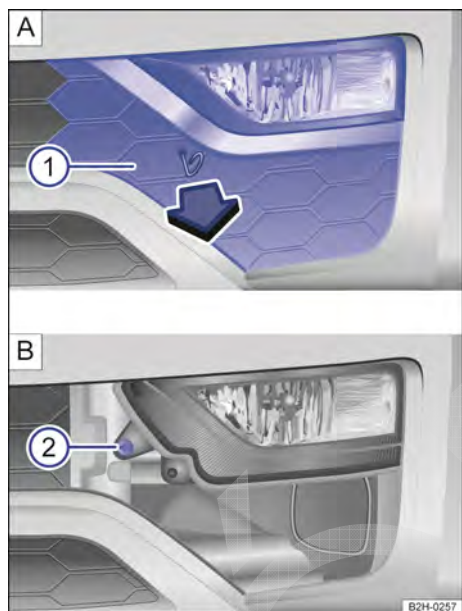

Fig. 195 No para-choque dianteiro à direita: desinstalar farol.
2.	Retirar o gancho extrator das ferramentas de bordo e encaixar na abertura da cobertura → Fig. 195 A. Remover a cobertura → Fig. 195 ① A para frente no sentido da seta e, se for o caso, deixá-la suspensa cuidadosamente no cabo do sensor do Park Pilot.
3.	Remover o parafuso de fixação → Fig. 195 ② B com a chave de fenda das ferramentas de bordo → Página 279.
11. Apertar o parafuso de fixação → Fig. 195 B com a chave de fenda.
12. Encaixar a cobertura no para-choque → Fig. 195 1 A.